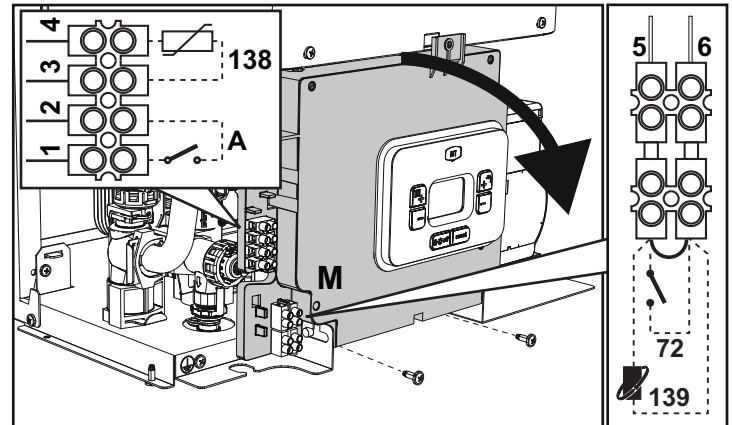
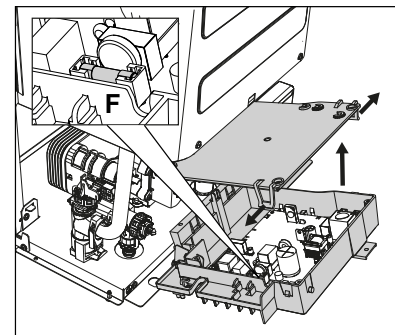

fig. 18
fig. 19
Tras quitar el panel frontal (*** 'Apertura del panel frontal' on page 41 ***), es posible acceder a las regletas de conexión (M) y al fusible (F) según las indicaciones siguientes (fig. 18 e fig. 19). Los bornes indicados en la fig. 18 deben tener contactos secos (no 230V). La posición de los bornes para las diferentes conexiones también se ilustra en el esquema eléctrico de la fig. 54.
Configuración del interruptor ON/OFF (A, fig. 18)